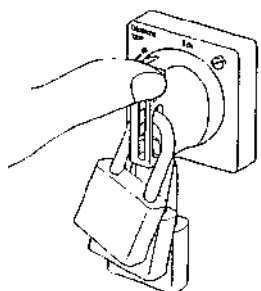

fig. 74
2. Upewnić się że kable zasilające (kabel silnikowy) nie są pod napięciem, ustawiając główny przycisk zasilania w pozycji „0” albo „OFF”, przymocować, jeśli to możliwe, zamknięcie na kłódkę albo dołączyć znak zabraniający manewrowania (rys. 74).